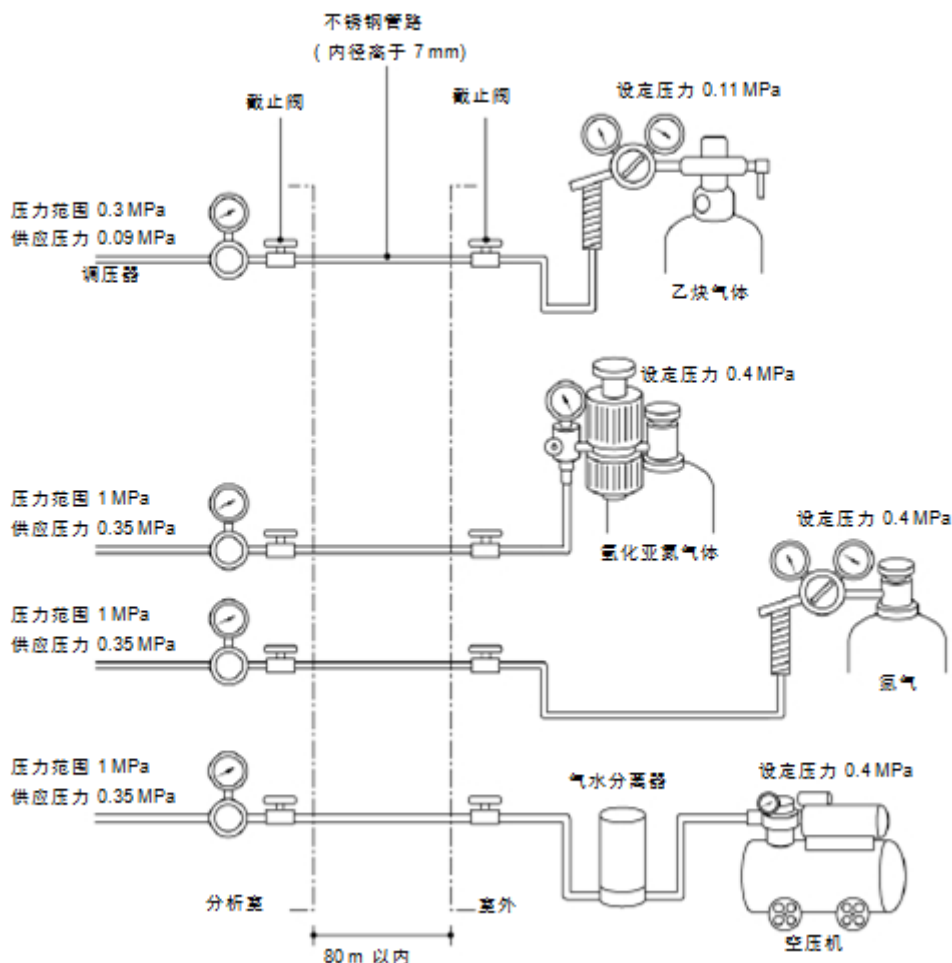

图 4 原子吸收分光光度计配管示意图
- 图 4 为气体配管图
配管内径 (mm)	长度要求 (图 4 中配管长度为 L)